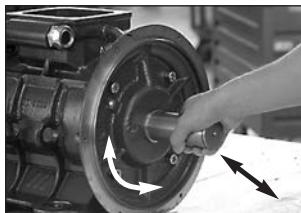

FIG. 6
- Controllare che l'albero motore ruoti liberamente e senza saltelli e (dalla grandezza 04-B) abbia gioco assiale (fig. 6).
- whether the shaft turns free, without rattling and (only from size 04-B) that it has axial clearance (fig.6)
- Überprüfen Sie, ob sich die Welle frei drehen kann (ohne zu rattem) und ob ab Grösse 04-B ein axiales Spiel vorhanden ist (Bild 6)